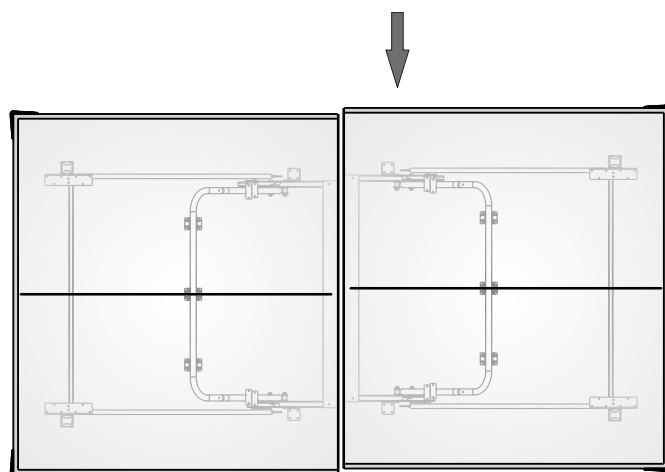

Figura 16
SI LA MESA NO ESTA ALINEADA CORRECTAMENTE: (ver Figura 16)
3. Con la ayuda de otros dos adultos, empuje las dos mitades de la mesa hasta que estén alineadas las dos mitades y volver a apretar las tuercas con alas (#32) como se muestra en la Figura 16.